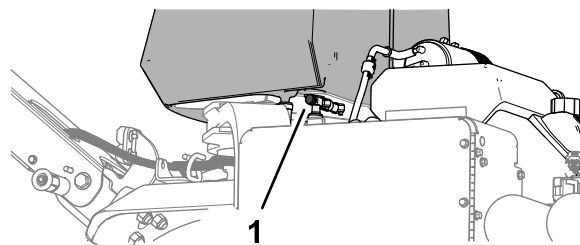

Figura 79
- Dacă transportați sau depozitați maina, închideți ventilul de închidere combustibil (Figura 79).